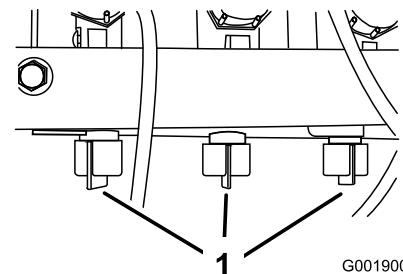

Figura 22
- Ajuste a válvula de distribuição da rampa (Figura 22) na válvula de controlo da rampa que desligou até a leitura da pressão no manômetro ser idêntica à registada no passo 7.